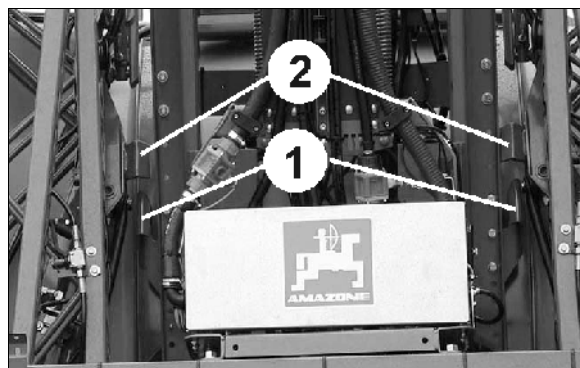

Bild 65
2. Lyft upp den ihopfällda sprutrampen via höjdinställningen tills fånghakarna (Bild 65 /1) går fria från fånghakarna (Bild 65 /2)
Bild 65 visar rampen med frigjord transportlåsning.